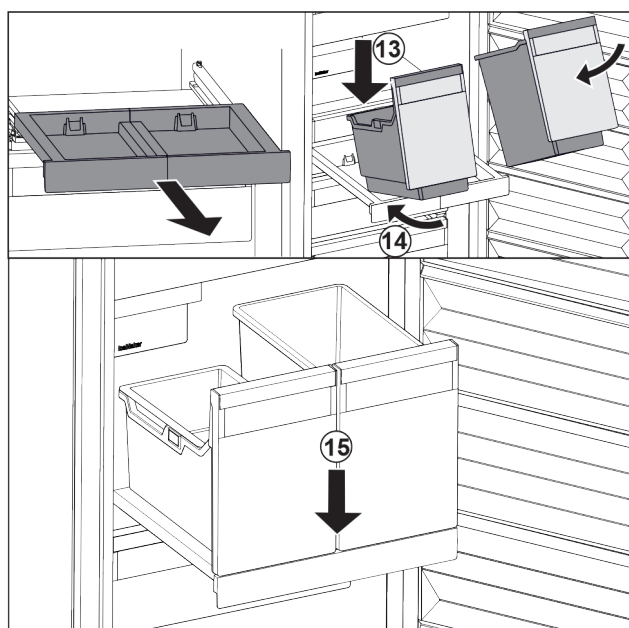

Fig. 95
- ▶ Sæt beholderne skråt på udtrækshylden. Fig. 95 (13)
- ▶ Skub beholderne skråt bagud. Fig. 95 (14)
- ▶ Sæt beholderne ned foran. Fig. 95 (15)